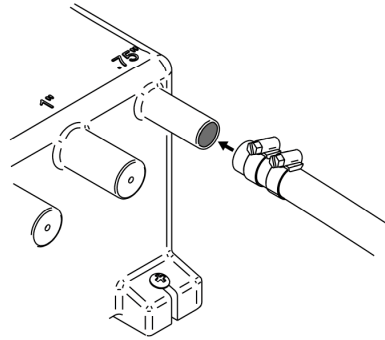

Abbildung 7 Befestigung des Schlauchs am Tankstutzen
**Schritt 3:** Sichern Sie alle Schläuche an den ausgewählten Anschlussstutzen mit entsprechenden Schlauchklemmen, wie in Abbildung 7 dargestellt. Prüfen Sie auf mögliche Undichtigkeiten. Ziehen Sie die Schlauchklemmen nicht zu fest an.